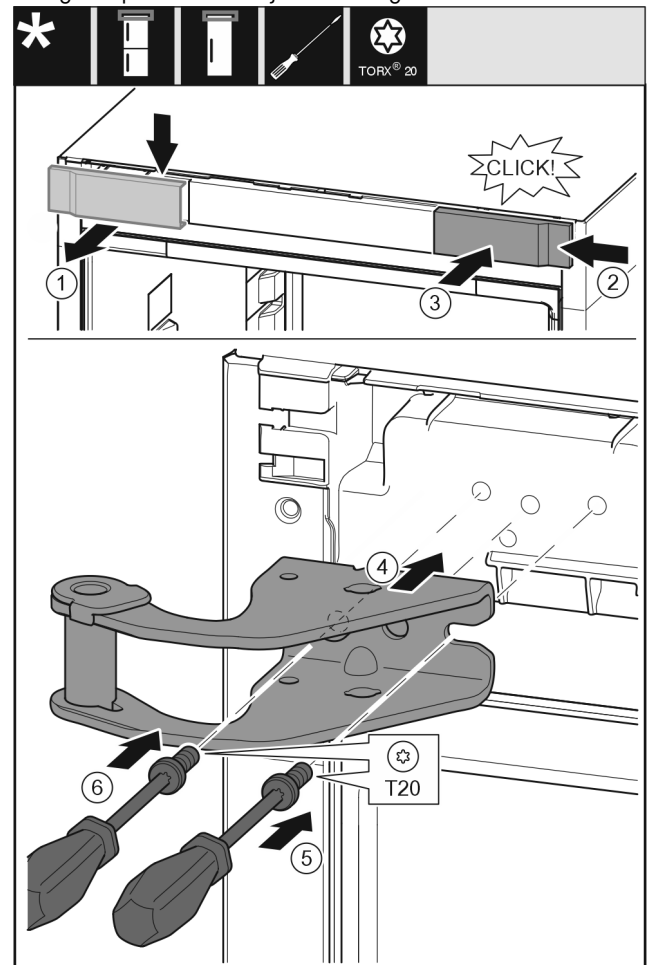

Fig. 13
- ▶ Skinite pokrov odozgo prema naprijed. Fig. 13 (1)
- ▶ Objesite pokrov okrenut za 180° na drugoj strani s desne strane. *Fig. 13 (2)*
- ▶ Pustite da pokrov uskoči. *Fig. 13 (3)*
- ▶ Postavite gornji podložak ležaja. *Fig. 13 (4)*
- ▶ Odvijačem T20 umetnite i pritegnite vijak. *Fig. 13 (5)*
- ▶ Odvijačem T20 umetnite i pritegnite vijak. *Fig. 13 (6)*